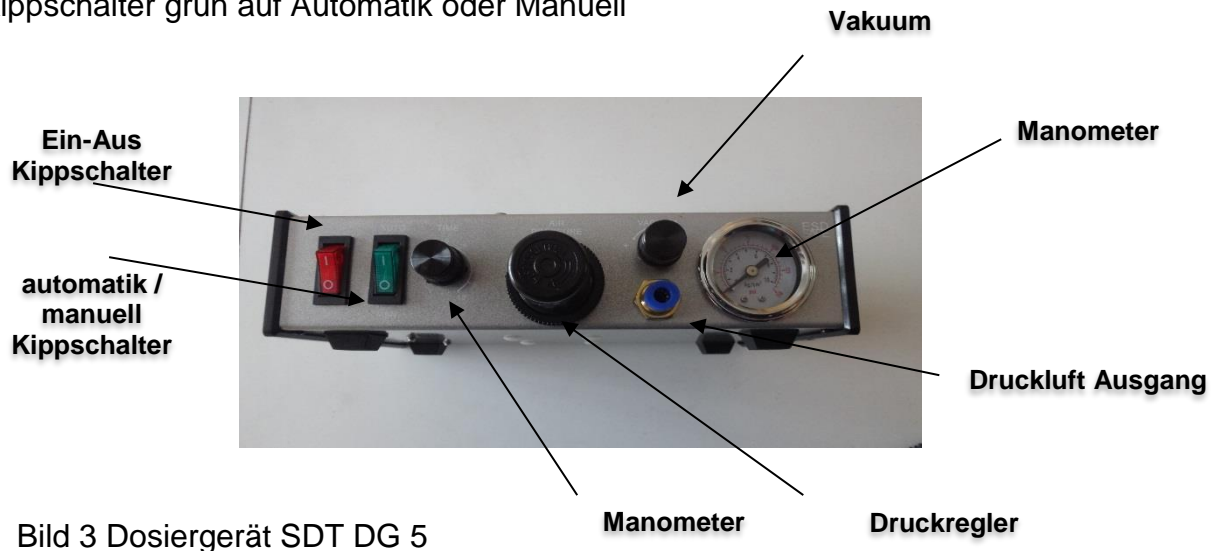

Bild 3 Dosiergerät SDT DG 5
- Gewünschte Dosierzeit am Timer (Bild 3, SDT-DG-5 Timer) einstellen
- Gewünschte Dosierzeit mit dem Dreh Kopf (Bild 3, SDT-DG-5) einstellen.